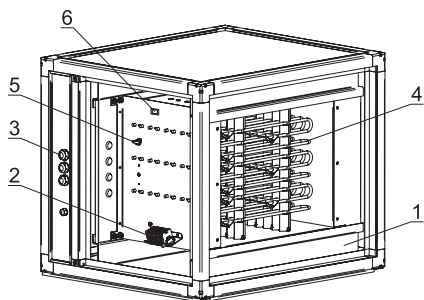

Рисунок 22
Секция воздухонагревателя (рис.22) предназначена для нагрева воздуха, подаваемого установкой в обслуживаемое помещение и представляет собой корпус, расположенный на направляющих (1), в котором находятся ТЭНы (4). Электрический воздухонагреватель имеет встроенную защиту от перегрева – два независимых биметаллических термовыключателя с самовозвратом. Один (6) с температурой срабатывания 70°C как защита против перегрева, а второй (5) с температурой срабатывания 130°C для защиты от пожара. Отсек электроподключения расположен за съёмной панелью. Подключение питания к электрокалориферу (нагревателю) осуществляется через клеммную колодку (2), установленную на нем.